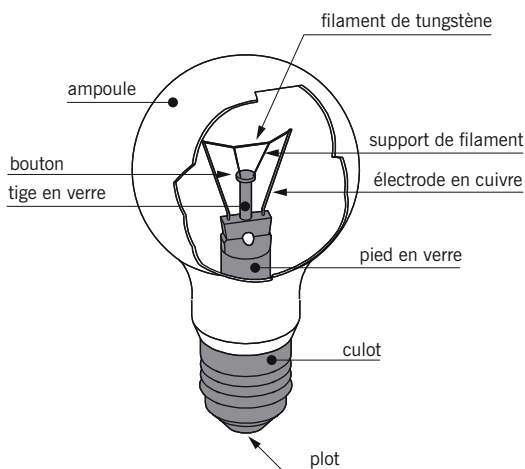

fig. 16.29
■ **La lampe à incandescence** (fig. 16.29) : lampe constituée par une ampoule en verre fermée par un *culot* et contenant un filament très fin en tungstène soutenu par une tige de verre. Le courant électrique traverse le filament qui, porté à très haute température (environ 2 500 °C) devient incandescent, c'est à dire, produit de la lumière sous l'effet de la chaleur. Pour éviter la combustion du filament et limiter la transmission de la chaleur, l'ampoule est remplie de gaz inerte (azote, argon, xénon...).